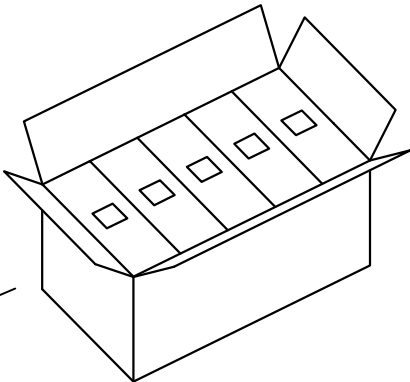

图4 外箱
- 3: 如图4, 每外箱装10内盒, 数量为10X(9X1000pcs)。